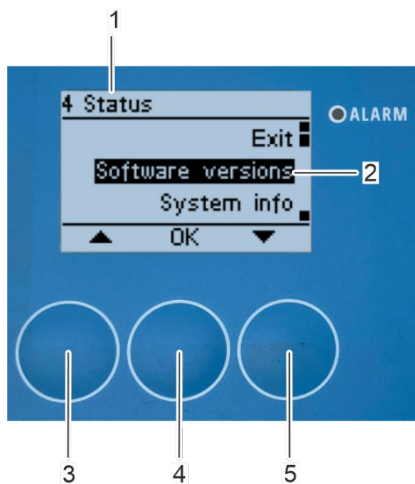

Abbildung 172: Öffnung des Untermenüs „Software Versionen“
⇒ Das Untermenü „4 Status“ erscheint auf dem Bildschirm (Abbildung 172/1).
1. Wählen Sie das Untermenü „Software Versionen“ (Abbildung 172/2) mit den Pfeiltasten [nach oben] (Abbildung 172/3) und [nach unten] (Abbildung 172/5).
2. Bestätigen Sie die Auswahl mit [OK] (Abbildung 172/4).